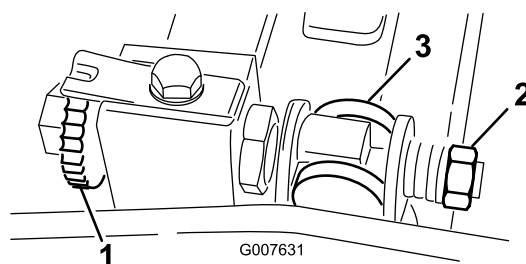

Figure 55
1. Tournez la vis de réglage de la barre d'appui dans le sens antihoraire pour éloigner la contre-lame du cylindre (Figure 55).
2. Faites sortir l'écrou de tension du ressort jusqu'à ce que la rondelle ne soit plus tendue contre la barre d'appui (Figure 55).